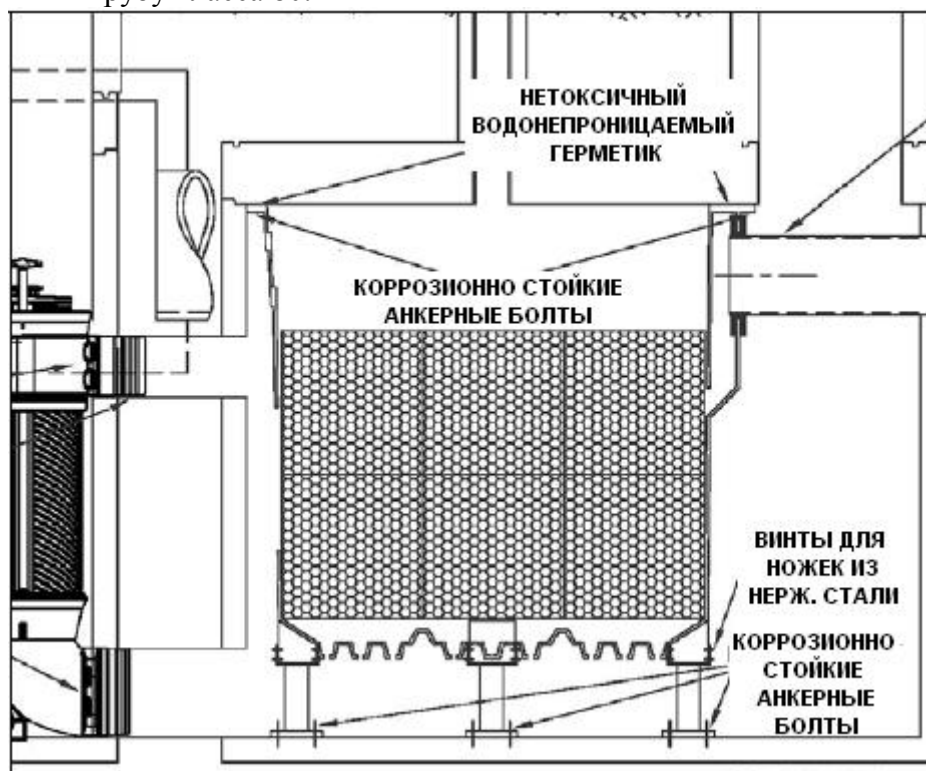

Рис.7.
4. При помощи удлинений ножек можно опустить модуль сепарации BioSTORM™ в танк. Поместите модуль в его соответствующую позицию и еще раз проверьте уровни выходных отверстий для стока. Когда Вы убедитесь в правильном расположении отверстий, присоедините удлинение ножки модуля к низу танка при помощи анкерных болтов (поставляются строительной компанией). Для каждого удлинения ножки требуется два болта. Рекомендуется крепить анкерные болты по углам по диагонали друг от друга. Обратите внимание, что в моделях 4.5 и 10.0 необходимо крепить только четыре угловые ножки, если только удлинения ножек не были выставлены на высоту 610 мм или выше. Если высота удлинений ножек 610 мм или выше, необходимо также для моделей 4.5 и 10.0 закрепить центральную ножку в середине модуля снизу к дну танка при помощи двух анкерных болтов, расположенных по диагонали друг к другу. (См. Рисунок 7).